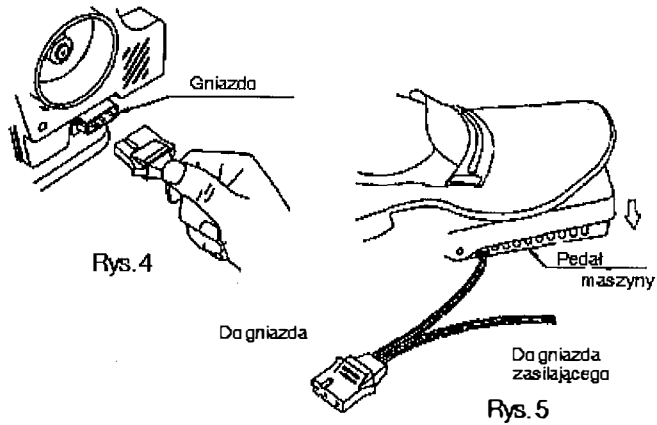

Rys. 3
B. Instalacja stojaka na nici (Rys. 3)